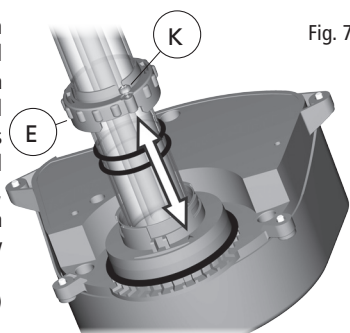
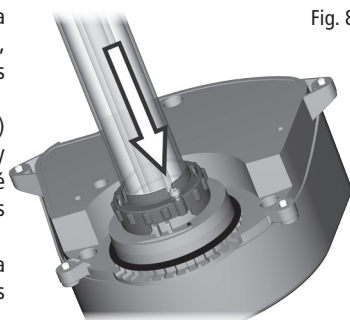
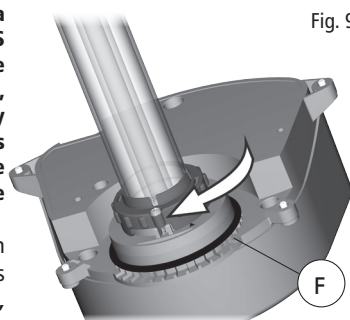

Fig. 7
Fig. 8
Fig. 9
- En este punto es posible limpiar el manguito de cuarzo (C), si es necesario. **Para hacerlo, use un paño suave y húmedo para quitar el sarro calcáreo y los desechos. En caso de suciedad difícil de quitar, puede usar un poco de vinagre. No use detergentes u otros limpiadores químicos. Si no hay necesidad de reemplazar la lámpara UVC, diríjase al paso n.º 10.**
- Para tener acceso a la lámpara UVC (B), extraiga el manguito de cuarzo (C). Primero, desenrosque unas 3 vueltas el tornillo de seguridad (K) del aro de brida (E) que sujeta el manguito a la tapa superior UVC. A continuación, gire el aro de brida aproximadamente 30 grados hacia la izquierda hasta que el tornillo coincida con la flecha presente en la tapa superior UVC, y jálelo para desacoplarlo de su lugar. Importante: El aro de brida incluye un tornillo de seguridad antipérdida. No es necesario que extraiga el tornillo por completo. Simplemente, desenrosque el tornillo hasta que el aro de brida quede suelto y se pueda desacoplar de su lugar.
- Una vez que extraiga el manguito de cuarzo, quite la lámpara UVC (B) del portálmparas (si no es la primera puesta en marcha) y reemplácela con una nueva. **ADVERTENCIA: NO INTENTE MIRAR HACIA LA LÁMPARA CUANDO ESTÁ ENCENDIDA.** La exposición directa a la luz ultravioleta puede dañar los ojos y la piel. No pruebe la lámpara UVC a menos que el filtro esté completamente ensamblado y cerrado. **IMPORTANTE:** Siempre utilice piezas de repuesto originales de Laguna. Consulte la Lista de piezas de repuesto para identificar correctamente el número de piezas.
- Coloque el manguito de cuarzo (C) y las dos juntas tóricas (D) de vuelta en su posición original. Se recomienda lubricar las juntas tóricas con un lubricante adecuado. **IMPORTANTE:** El amortiguador de lámpara (Y) que está dentro del manguito de cuarzo debe estar entre la lámpara y la parte inferior del manguito de cuarzo. No lo extraiga. **IMPORTANTE – Las dos juntas tóricas (D) del manguito de cuarzo (C) deben remplazarse cada vez que se abra el aparato.**
- Coloque el aro de brida (E) en su posición original. Simplemente, haga coincidir el tornillo con la flecha y presione la brida hacia la tapa superior UVC; luego, gire el aro de brida aproximadamente 30 grados hacia la derecha en la dirección del tornillo de seguridad (K). En este punto, atornille el tornillo de seguridad (K) para ajustar el aro de brida (fig. 7, fig. 8 y fig. 9).
- Verifique el manguito de cuarzo (C) para asegurarse de que no esté dañado. Compruebe que todos los componentes estén presentes y se hayan vuelto a ensamblar correctamente. Si tiene dudas, consulte con el distribuidor de productos Laguna.
- Coloque la tapa superior UVC (A) nuevamente sobre la tapa del filtro (G) y procure que la junta tórica (F) interna esté debidamente colocada antes de fijar los tornillos (J) a la tapa superior UVC.
- Para fijar la tapa superior UVC (A) a la tapa del filtro, reajuste los 4 tornillos antipérdida (J) de la tapa superior UVC. **ADVERTENCIA. Riesgo de descarga eléctrica: Antes de encender la lámpara, asegúrese de que TODAS las juntas tóricas estén nuevamente colocadas en su posición original, TODOS los tornillos estén ajustados y el aparato no presente daños. Antes de conectar el aparato a la fuente de alimentación, realice el test de humedad del filtro (consulte abajo).**